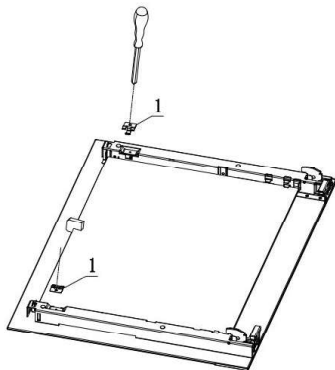

Fig 8
3. Lösen Sie die Clips (Abb. 8).